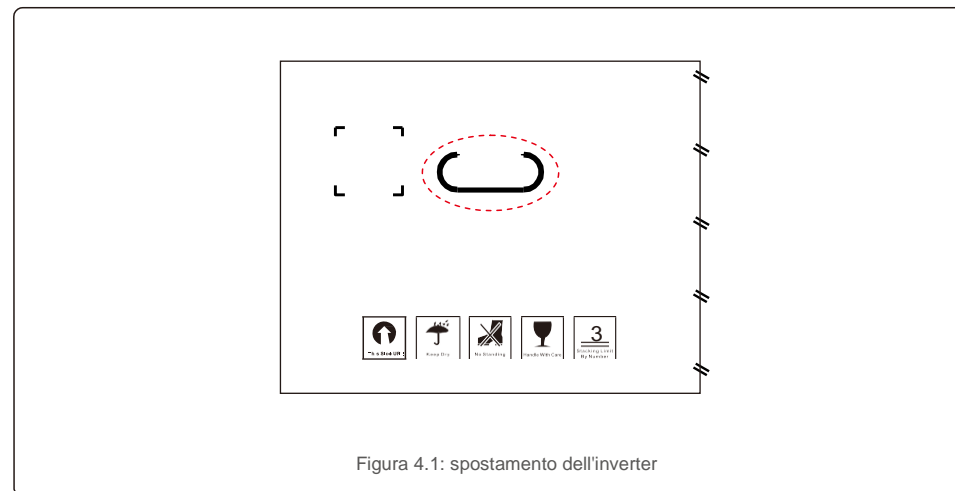

Figura 4.1: spostamento dell'inverter
1. I cerchi rossi sottostanti indicano asole sulla confezione del prodotto. Premere le asole verso l'interno per realizzare le maniglie per lo spostamento dell'inverter (vedere la figura 4.1).